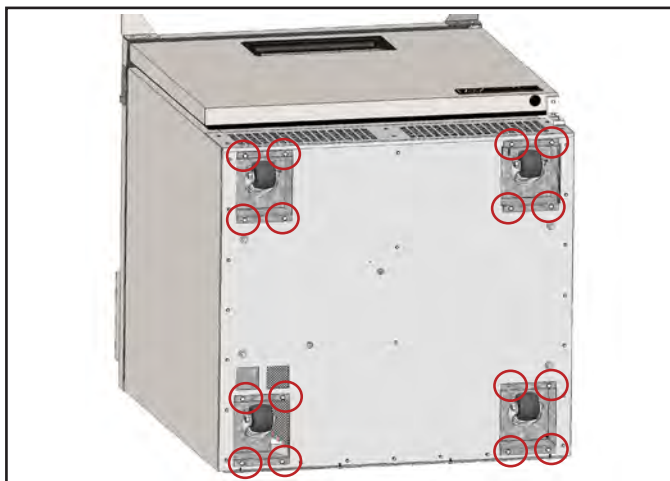

Abb. 11. Den Lenkrollenkasten ausfindig machen. Die vier Schrauben, mit denen der Kasten befestigt ist, herausdrehen.
2. Den Lenkrollenkasten entfernen. Siehe Abb. 11.